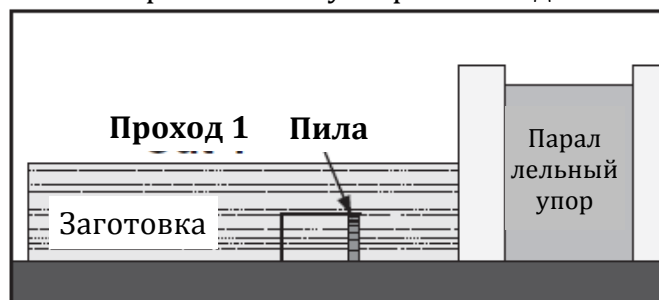

Рис. 48. Первый проход однодисковой пилы
5. Выровнять пилу на резание одной стороны паза, как показано на рис. 48.